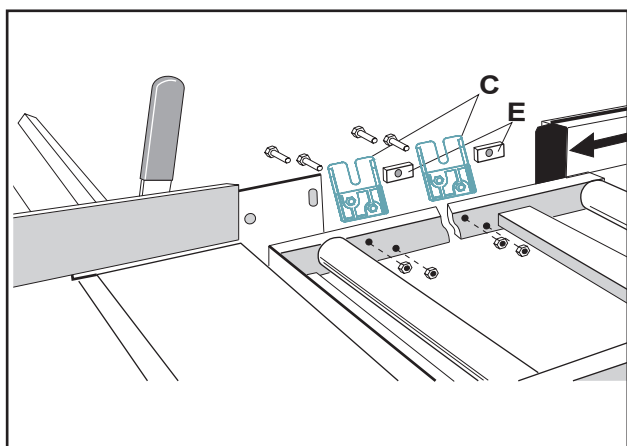

Fig. 3
- Låsehendel skrues inn i mutter under bordplaten og låses med sperremutter (fig. 3).
- Monter festebrakett **C** og låsehendelen med mutter **E** til rullebordet (fig. 3).